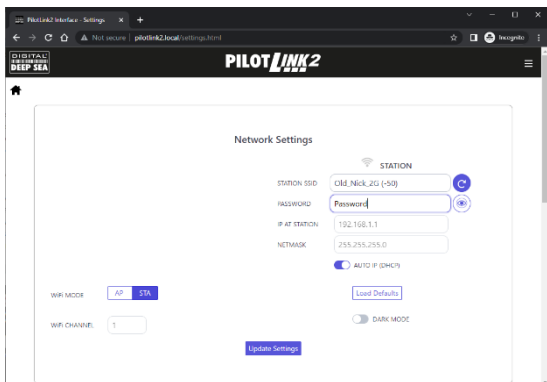

Figure 6
Par défaut, le PilotLink2 est en mode Point d'accès (AP) et crée son propre réseau sans fil. Si vous souhaitez que le PilotLink2 rejoigne un réseau sans fil existant, réglez le mode **WiFi sur le mode Station (STA)** (Fig 6).